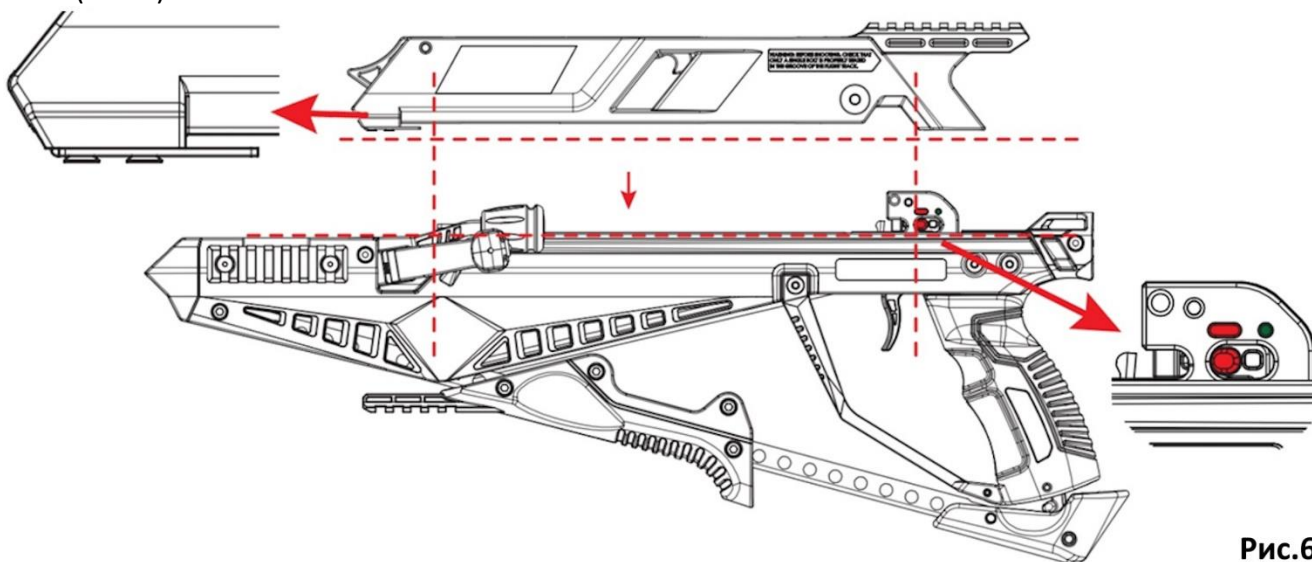

Рис.6
4. Переключите предохранитель в положение «Fire». Установите магазин на направляющую арбалета таким образом, чтобы передняя часть магазина «легла» на направляющую в районе штифта крепления плеч (Рис.6).
5. Затем задвиньте магазин вдоль направляющей в сторону спускового механизма, так чтобы металлические зацепы магазина (Рис.6) вошли в предусмотренные для них пазы на направляющей.